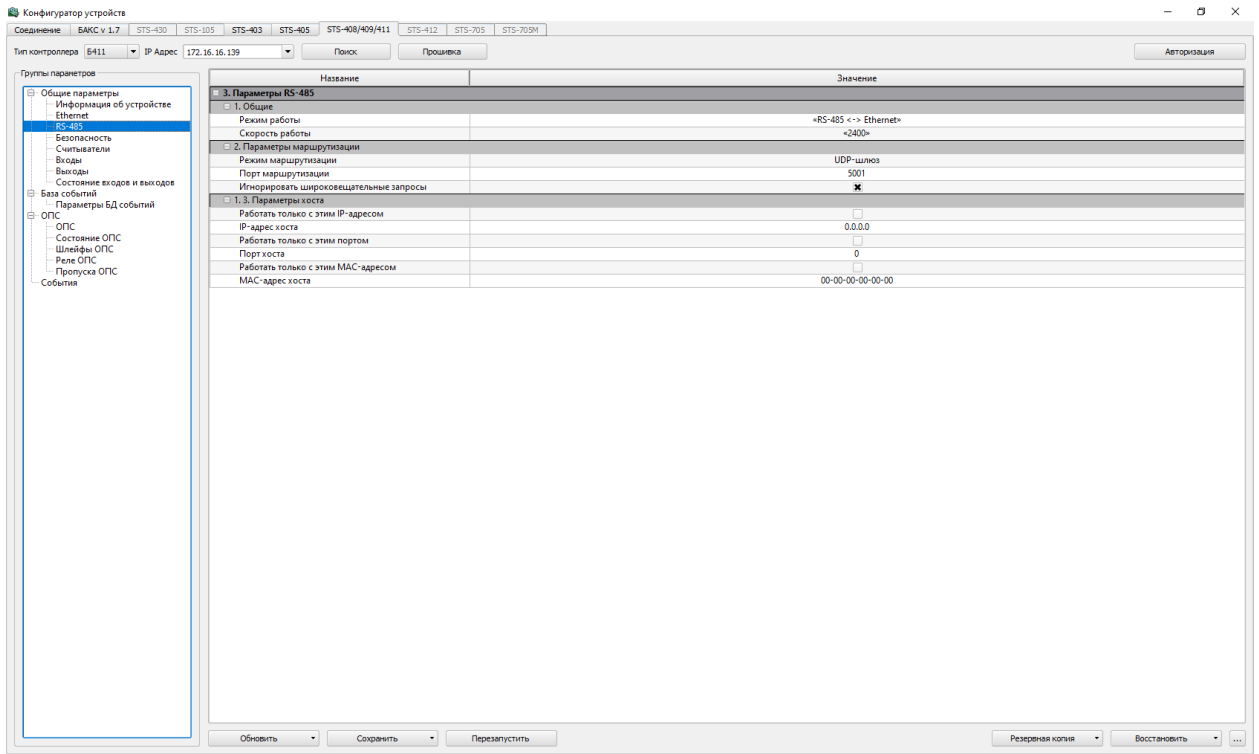

Рисунок 18 – RS-485
– RS-485 – здесь содержится информация о параметрах интерфейса RS-485 (рисунок 18).